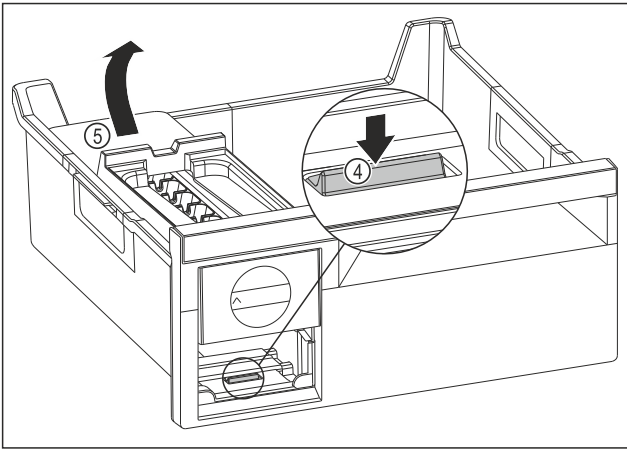

Fig. 76
- ▶ EasyTwist-Ice-Korpus entnehmen: Lasche Fig. 76 (4) mit Finger nach unten drücken und gleichzeitig mit der anderen Hand den EasyTwist-Ice-Korpus Fig. 76 (5) von hinten anheben.